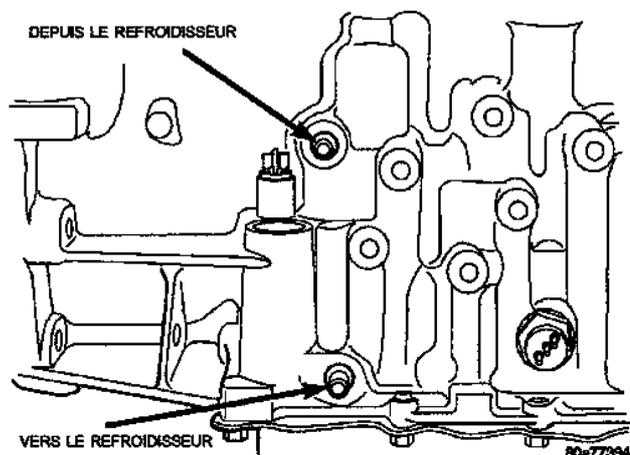

Fig. 5 Emplacement de la conduite de refroidissement
(1) Déposer le bouchon de remplissage du plateau de couvercle de l'outil 6906. Remplir le réservoir à la moitié ou aux 3/4 de solution fraîche de rinçage. Les solvants de rinçage sont des solutions à base de pétrole, généralement utilisées pour nettoyer les organes de transmission automatique. **NE PAS** utiliser de solvants contenant des acides, de l'eau, de l'essence ou tout autre liquide corrosif.
(2) Reposer le bouchon de remplissage sur l'outil 6906.
(3) Vérifier si le commutateur de la pompe est en position HORS FONCTION. Connecter la pince crocodile rouge à la cosse positive de batterie (+). Connecter la pince crocodile noire (-) à une bonne masse.
(4) Déconnecter les conduites de refroidisseur à la transmission (Fig. 5).
(1) Déconnecter les conduites de refroidisseur à la transmission.
(2) Se servir d'une pompe manuelle d'aspiration remplie de white spirit, pour effectuer le rinçage inverse du refroidisseur. Chasser le white spirit depuis le refroidisseur dans la conduite du refroidisseur (Fig. 5). Recueillir l'écoulement de white spirit de la conduite vers le refroidisseur. Observer la présence de débris dans le liquide qui s'écoule. Poursuivre jusqu'à ce que le liquide soit transparent et exempt de débris.
(3) Se servir d'air comprimé par jets intermittents (moins de 276 kPa ou 40 psi), pour chasser tout le